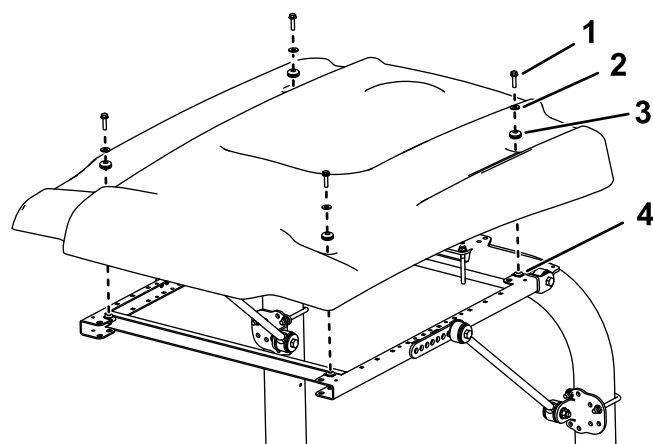

Рисунок 42
- Выравнивая монтажные отверстия, расположите солнцезащитный навес на раме, как показано на Рисунок 42.
- Установите каждый угол солнцезащитного навеса на раму с помощью болта с фланцевой головкой (5/16 x 1¼ дюйма), малой шайбы и уплотнительной втулки, не затягивая их (Рисунок 42).